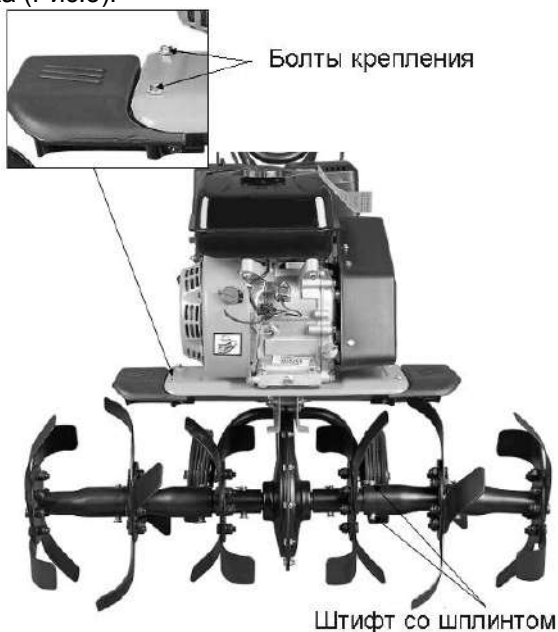

рис.5
- Установите фрезы, как показано на Рис.5, используя штифты и шплинты из комплекта.
- Установите правое и левое крыло, используя болты из комплекта крепежа (Рис.5).